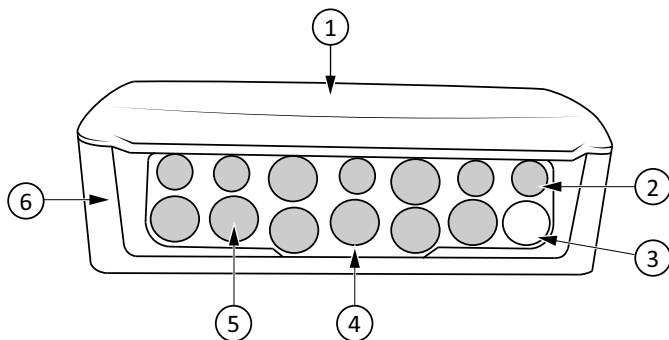

Figure 4-2 Skabeloner for kabinet-kabelgennemføringer
1. Lav et hul, der er mindre end kabeldiameteren, gennem den bløde del af kabelgennemføringen (se Figure 4-2) med en rund genstand, f.eks. en stjerneskruetrækker eller en syl.
1. Montér spjældenheden på et stabilt, vibrationsfrit underlag. Den kan monteres vandret med låget opad (nr. 1 i *Figure 4-2*) eller lodret med kabelfronten (pos. 2 i *Figure 4-2*) på enheden pegende nedad.